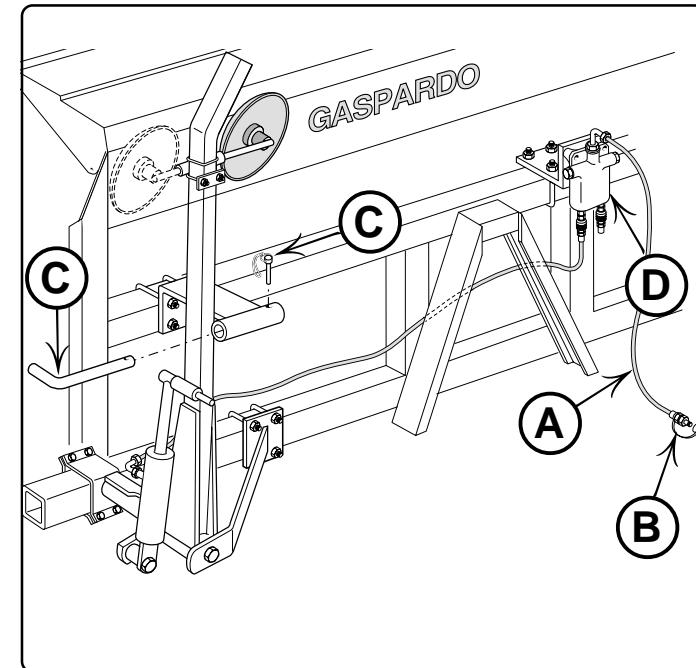

Fig. 29
Il tubo flessibile di collegamento (A Fig. 29) dell'impianto al trattore, deve essere innestato, per ottenere un funzionamento corretto, ad un distributore idraulico a **semplice effetto**.
Quando l'impianto non viene utilizzato, proteggere l'innesto rapido con l'apposito cappuccio (B Fig. 29).
*For correct operation, the flexible connecting hose (A, Fig. 29) of the tractor system, must be connected to a **simple effect** hydraulic distributor. When the plant is not in use, protect the quick connector with its cap (B, Fig. 29).*
*L'inversion des bras qui délimitent les rangées est actionnée à l'aide de la commande du distributeur hydraulique du tracteur. Pour obtenir un fonctionnement correct, le tuyau flexible de jonction (A Fig. 29) du système au tracteur, doit être relié à un distributeur hydraulique à **simple effet**.*
*Quand le système n'est pas utilisé, protéger le raccord rapide avec le capuchon prévu à cet effet (B Fig. 29).*
La inversión de los brazos marcadores de filas se acciona mediante el mando del distribuidor hidráulico del tractor. Para obtener un funcionamiento correcto, el tubo flexible de conexión (A fig.29) de la instalación del tractor debe estar conectado a un distribuidor hidráulico de **simple efecto**. Cuando no utilice la instalación, proteja el acoplamiento rápido con el relativo casquillo (B fig. 29).
Durante gli spostamenti stradali, bloccare con le spine (C Fig. 29) e le copiglie a scatto i bracci tracciafile e ruotare all'interno dell'interno dell'ingombro macchina i dischi tracciafile.
L'impianto idraulico del segnafile, è dotato di un ripartitore di flusso (D Fig. 29 - 30) per ottenere l'azionamento alternato dei bracci marcafile.
*When moving on the road, block the row-marker arms with the dowels (C, Fig. 29) and the snap split pins, and turn the row-marker disks inwards within the external dimensions of the machine.*
*The row-marker hydraulic system is equipped with a flow divider (D - Fig. 29 - 30) to obtain the alternate operation of the row-marker arms.*
*Durant les déplacements sur route, bloquer les bras qui délimitent les rangées avec les chevilles (C Fig. 29) et les goupilles à encliquetage et tourner les disques qui délimitent les rangées à l'intérieur de la machine.*
*Le système hydraulique du dispositif qui délimite les rangées, est muni d'un répartiteur de flux (D Fig. 29 - 30) pour obtenir l'entraînement alterné des bras qui délimitent les rangées.*
*Cuando se transiera por la carretera, bloquee con las clavijas (C fig. 29) y los pasadores, los brazos marcadores de filas y haga que los discos marcadores de filas queden en el interior de la máquina.*